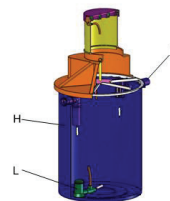

Рис. 4. Отстойник 1,5м³
Сточные воды самотеком поступают в отстойник (Н), где установлен фекальный насос (L) с металлическим режущим механизмом и системой Вентури (Рис. 4). Режимом работы насоса управляет таймер, установленный в блоке управления. После измельчения сточные воды поступают в систему Вентури (I), где насыщаются кислородом (азрируются) с помощью воздухозаборного устройства. В процессе аэрации образуется активный ил, который возвращается через отверстие в системе Вентури обратно в емкость.